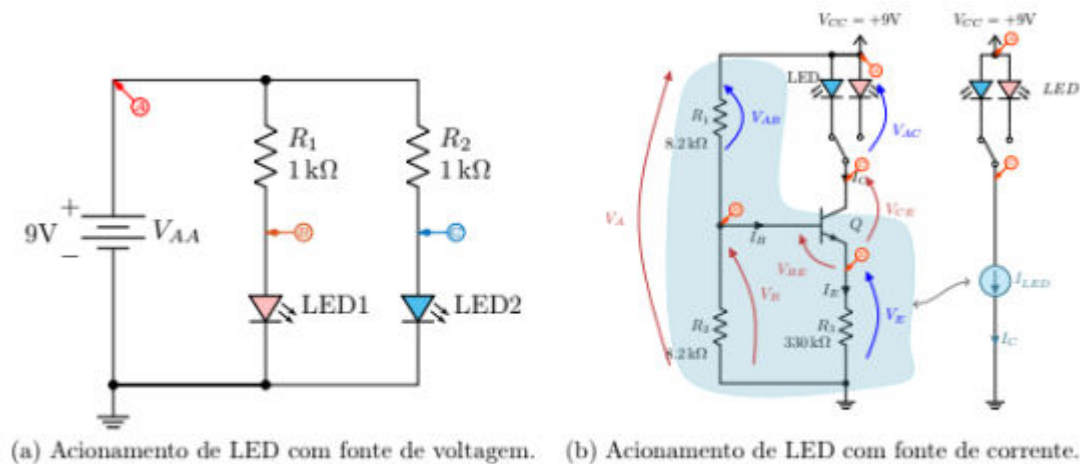

Figura 5: Circuitos de acionamento de LEDs.
3. Montar os circuitos mostrados na Figura 5 (a) e (b) prestando atenção à pinagem do LED (vide Figura 2) e do transistor (vide Figura 4(a)) e verificar experimentalmente o funcionamento desses circuitos anotando voltagens e correntes nos nós e ramos do circuito como indicado na Figura 5. Compare os resultados mensurados com os previstos teoricamente. Observe e comente a variação de VCE no item c.
- (c) O LED acionado com fonte de corrente constante (vide Figura 5(b)) deve ser analisado considerando os dois casos: